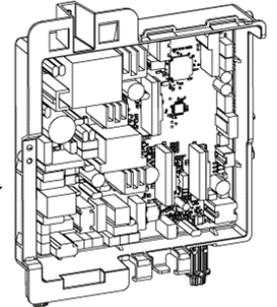

Figura 1
3. Localice la placa de circuito impreso (parte frontal inferior de la unidad) (Figura 1).